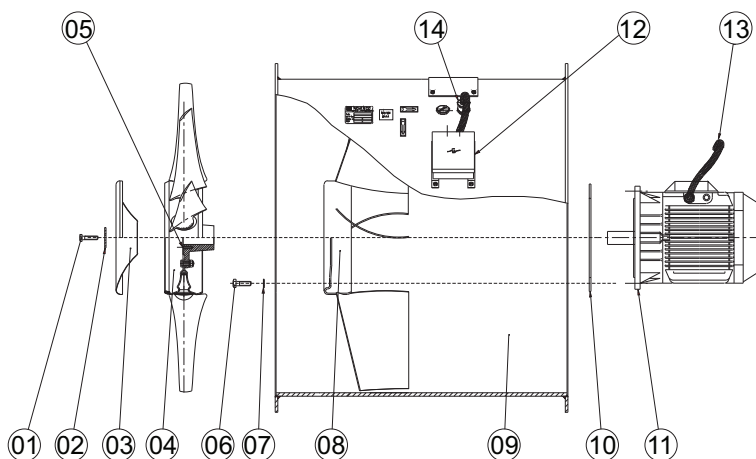

Fig. 5. Demontage en montage van de axiaalventilator type ACN smoke
6.5 Demontage van motor ACN smoke (zie fig. 5)
6.6 Montage van motor ACN smoke (zie fig. 5)